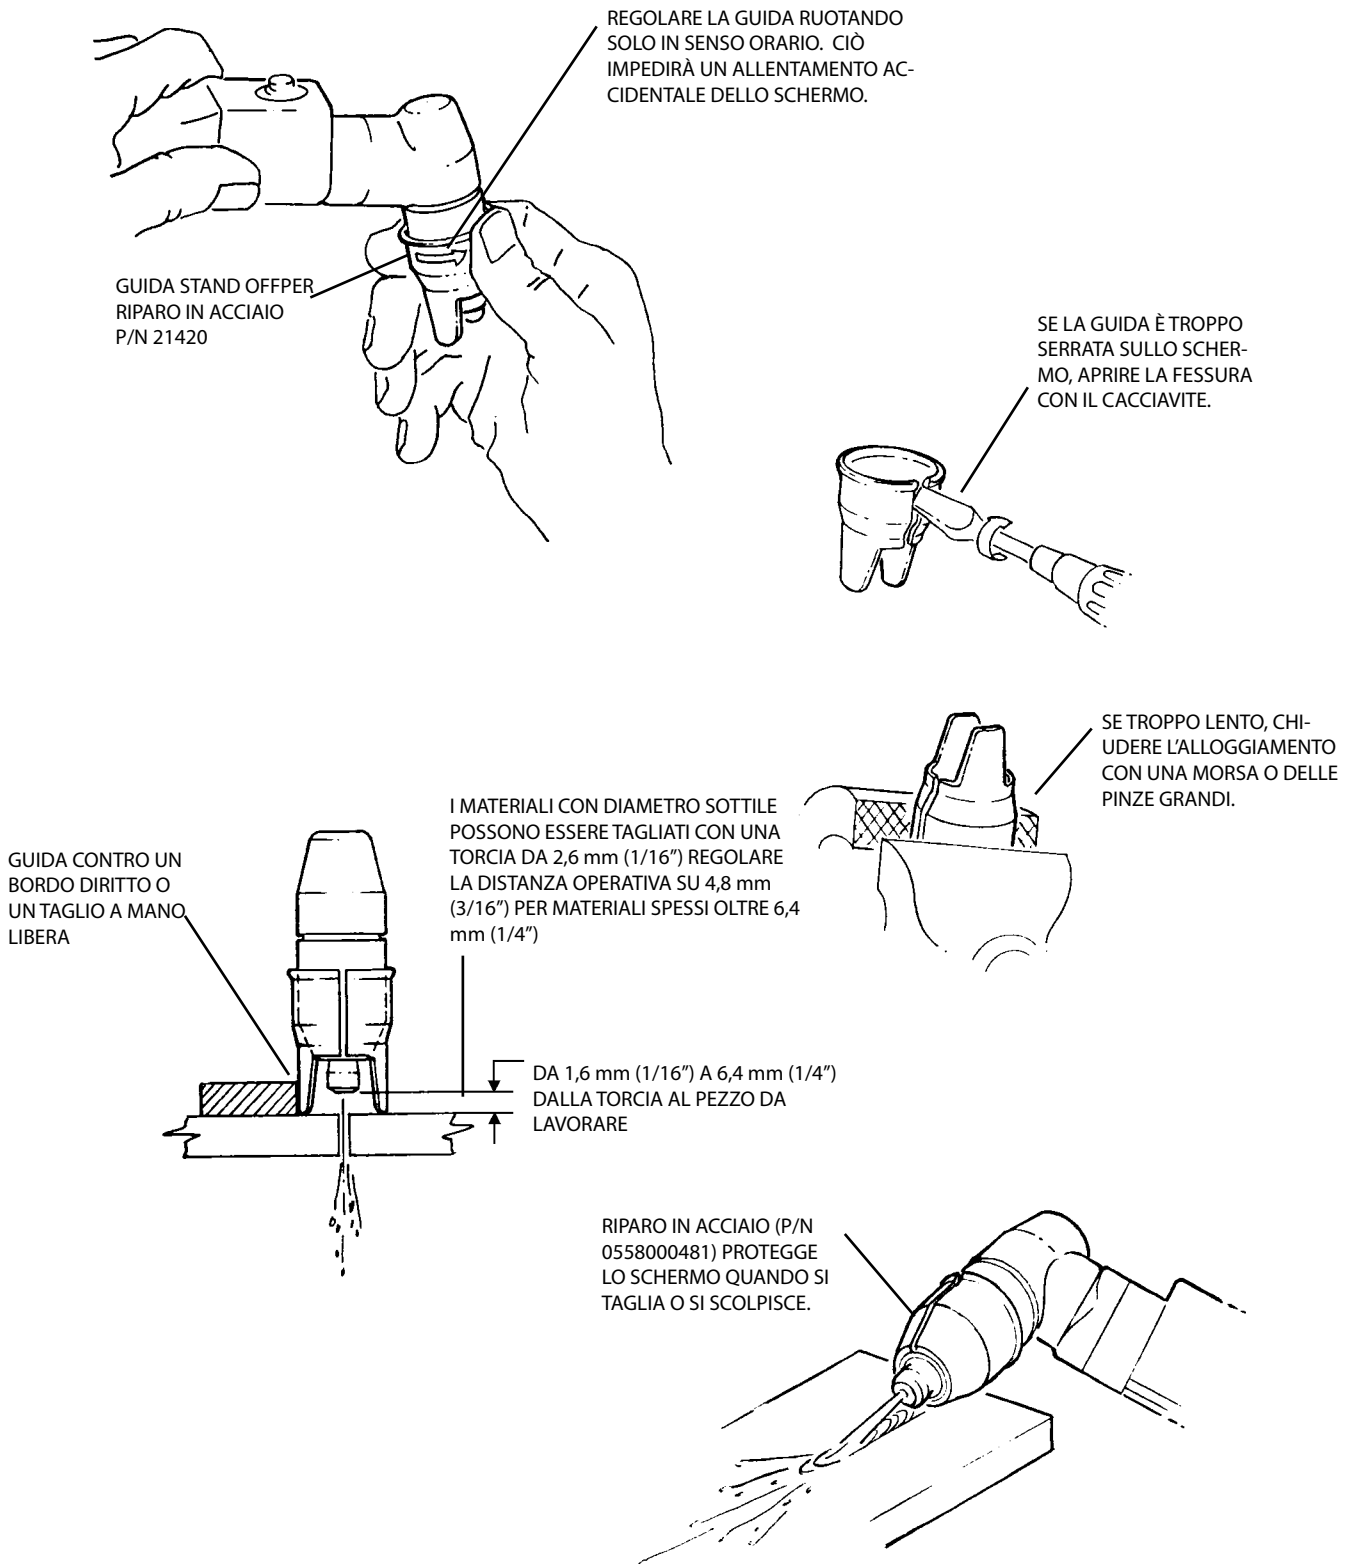

Figura 3-2. Installazione e funzionamento dei ripari per schermo termico in acciaio
B. Ripari in acciaio (per prolungare la vita dello schermo termico) – Fare riferimento alla figura 3-2 per installazione e funzionamento.